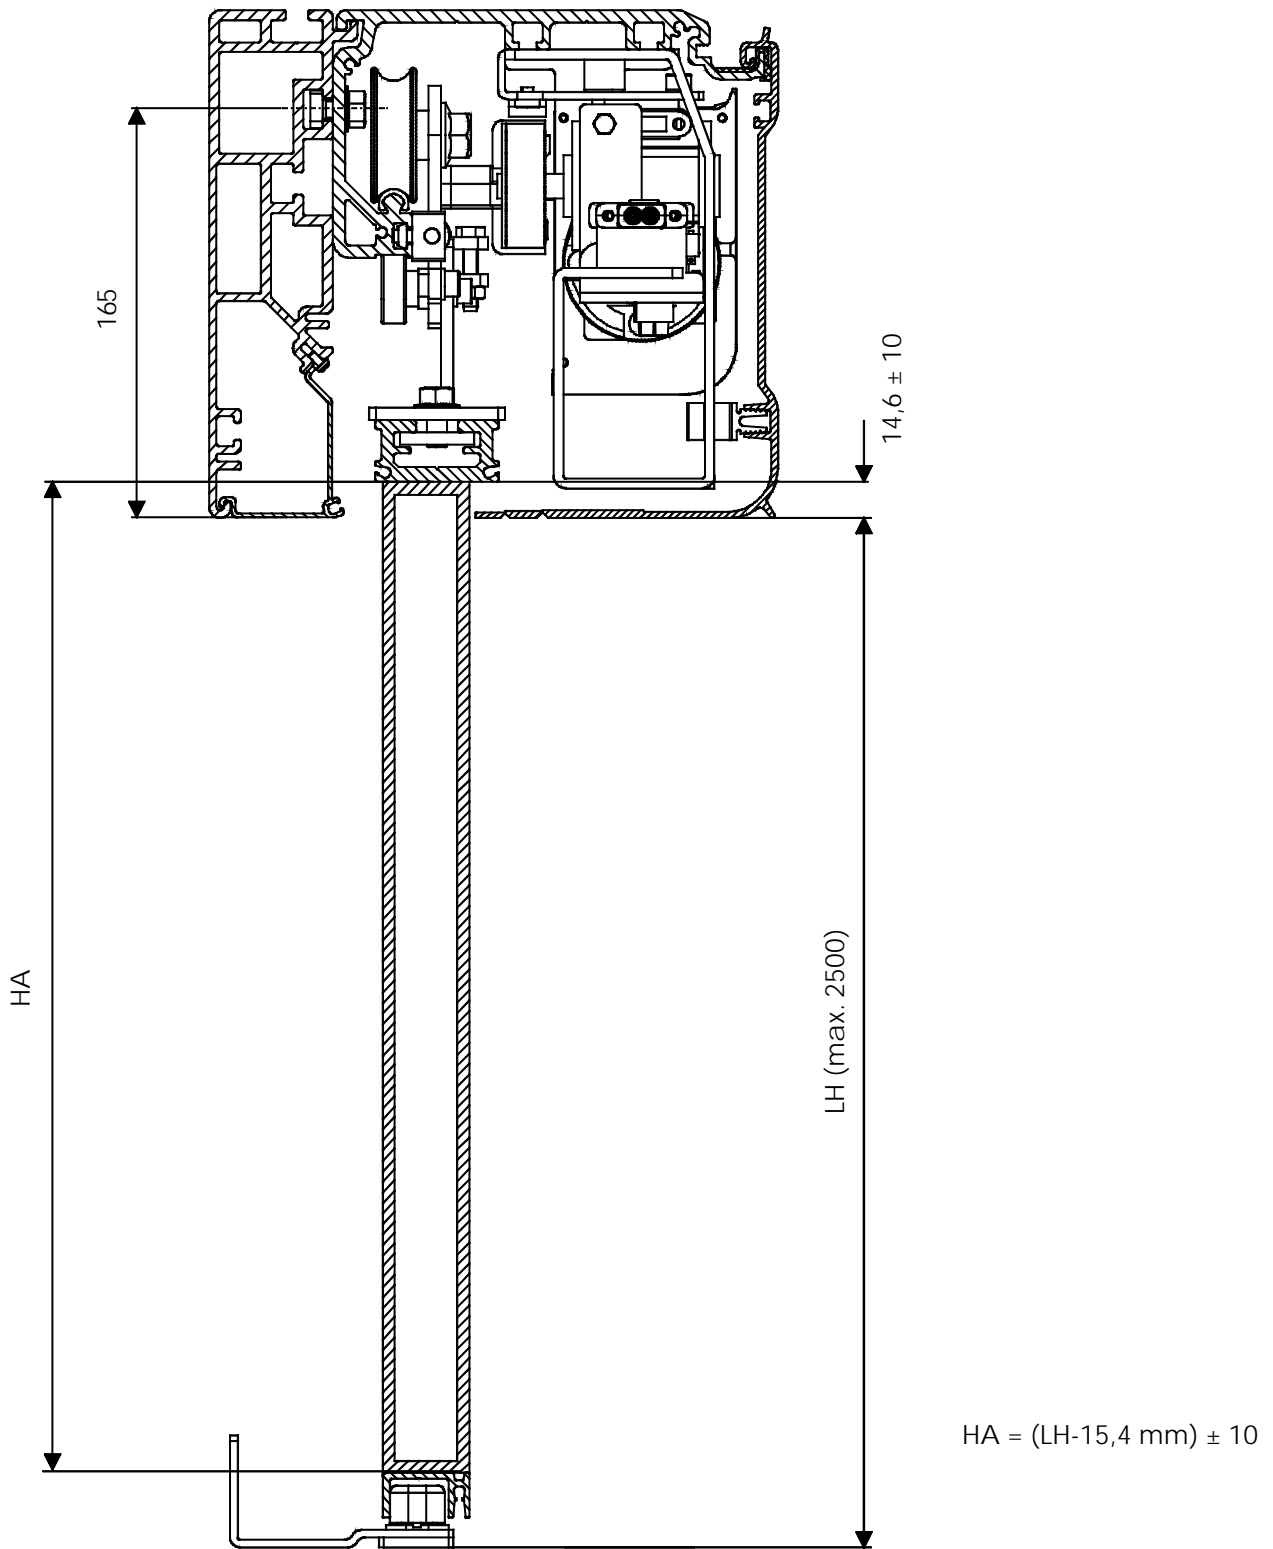

Fig. 11
- Se si utiliza un perfil de cierre para automatización autoportante, ensámblelo como se indica en la fig. 11 ref. ①.
**ATENCIÓN :** Introduzca el cepillo (accesorio fig. 11 ref. ①) en el perfil de cierre antes del montaje.